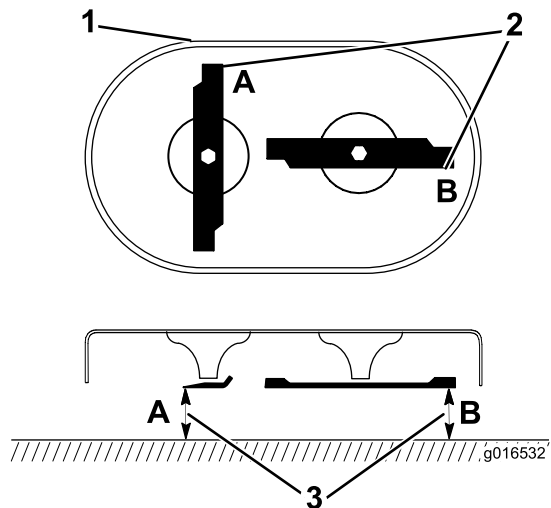

Figure 43
1. Tournez les lames à la position indiquée à la Figure 43.
2. Mesurez la distance entre une surface plane et le tranchant des lames aux points A et B, (Figure 43), et notez ces deux dimensions.
3. Tournez les lames pour faire passer les extrémités opposées aux points A et B (Figure 43).